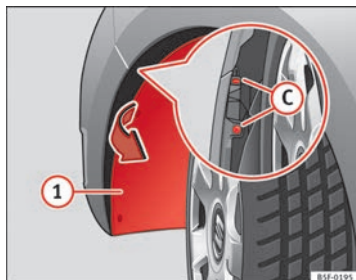

Fig. 190 Faro antiniebla: acceso al conector y al portalámparas
- Tire del pasarueda **(1)** ⇒ fig. 190 para dar acceso a los 2 tornillos **(C)** ⇒ fig. 190 del parachoques que quedan escondidos.